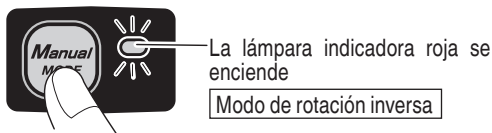

Fig. 53
- (4) Verifique el ángulo de curvatura. Presione el interruptor del Modo Manual para rotar en modo inverso ligeramente el rodillo de curvar. (Fig. 53)